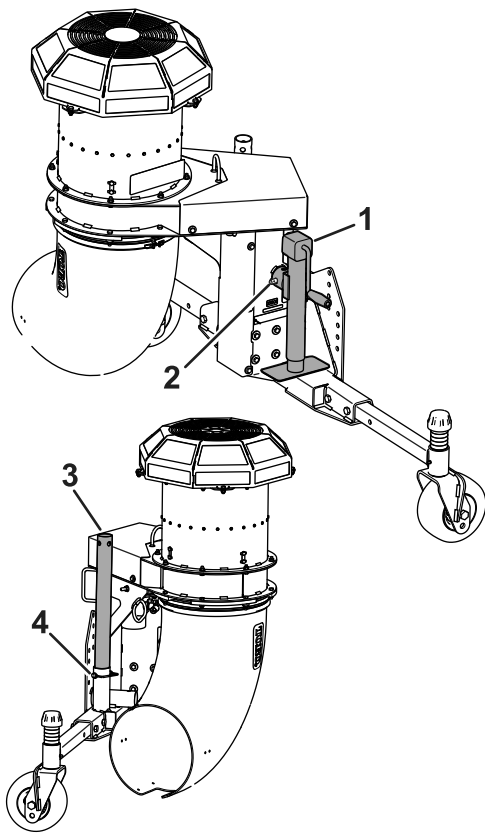

Bild 6
7. Entfernen Sie den Einraststift, mit dem das Achsständerrohr am Einlagerungsrohr befestigt ist (Bild 6). Nehmen Sie den Achsständer aus der Einlagerungsposition.